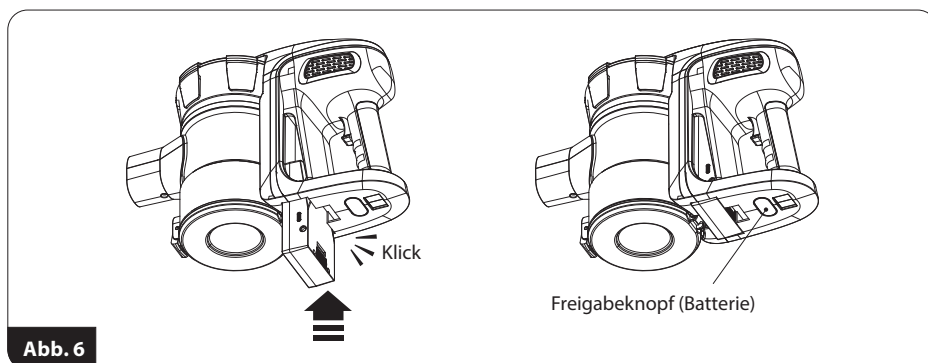

Abb. 6
1. Die aufladbare Batterie (4) im Motormodul (1) installieren. Sicherstellen, dass die Batterie im Gerät korrekt platziert wurde (Abb. 6). Die Batterie lässt sich nur aus dem Gerät nehmen, während der Knopf (5) gedrückt und gehalten wird.